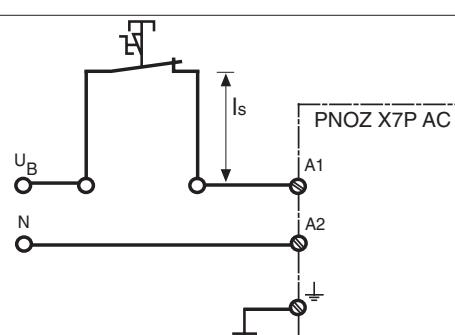

Fig. 4: Longitud de cable  $l_s$  del conductor de derivación/
- Conductor de derivación (v. fig. 4): longitud máx. del conductor de derivación  $I_s$  y capacidad máxima del cable  $C_L$  dependiendo de la tensión de alimentación  $U_B$ :
- Stub line (v. fig. 4): max. lung. stub line  $I_s$  e max. capacità cavo  $C_L$  in base alla tensione di alimentazione  $U_B$ :
- Aftakking (zie fig. 4): max. lengte van de aftakking  $I_s$  en max. kabelcapaciteit  $C_L$  afhankelijk van de voedingsspanning  $U_B$ :